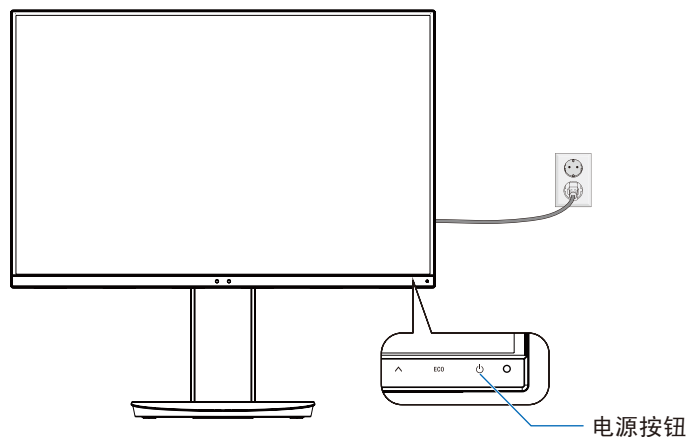

图 E.1
8. 触按 [] 键打开显示器，然后打开计算机（图 E.1）。